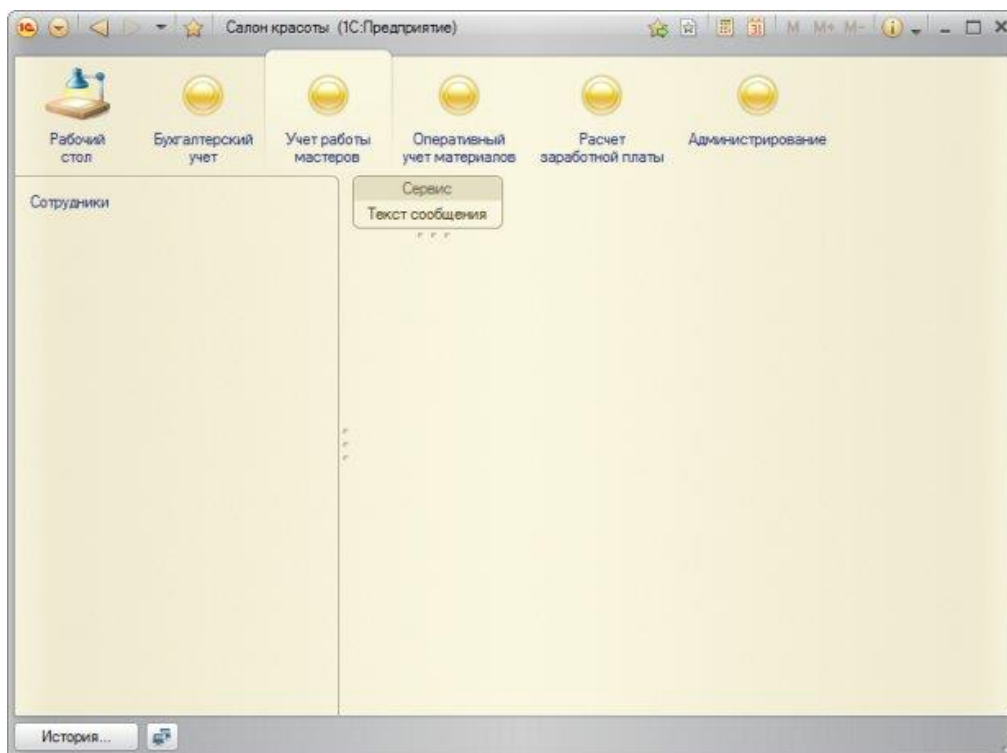

Рисунок 5.2- Константа в панели действий в разделе Учет работы мастеров
3. Посмотрим, как включение константы в подсистему **УчетРаботыМастеров**, отразится на интерфейсе нашего приложения в режиме 1С:Предприятие. Видно, Рисунок 5.2., что в разделе **Учет работы мастеров**, под панелью разделов, появилась еще одна панель. Она называется **панелью действий**. В панель действий автоматически включаются команды, разбитые на группы – **Сервис, Создать, Отчеты**. Группы в панели действий можно создавать и самостоятельно. В нашем случае в панели действий видна группа **Сервис**, содержащая команду для работы с только что созданной константой.